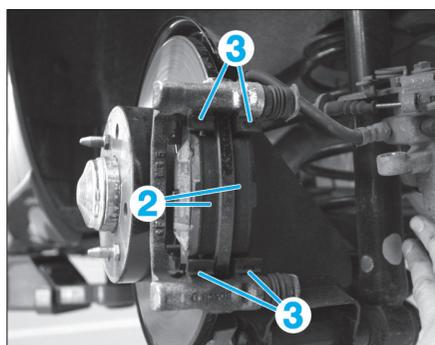

Fig. 8
- Extraire les plaquettes de frein (2). (Fig.8).
- Déposer les quatre agrafes (3).